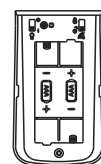

Figure 19
- Enlever le couvercle des piles de la télécommande (G). Insérer 2 piles AAA (N). Remettre le couvercle des piles en place. (Figure 19)